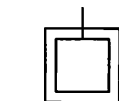

Fig. 18 : Emploi de matériel classe II.
- matériel de classe II (double isolation) (fig. 18) ;